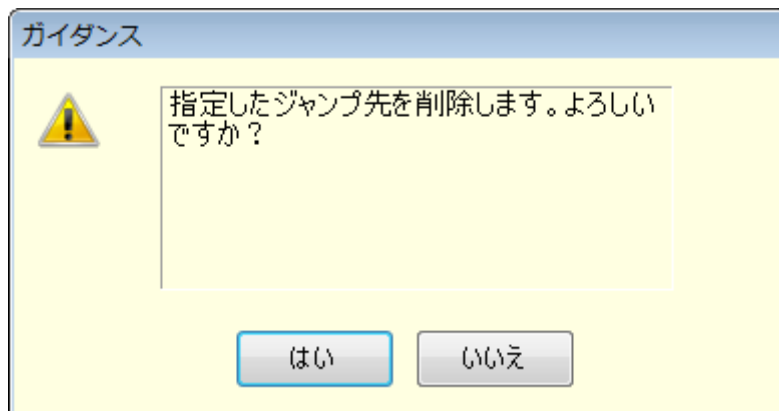

図5-7 ステップ削除の確認ダイアログ
- ジャンプ先やブランチステップに設定されているステップを削除した場合は，図5-7のダイアログが表示されます。**はい**を選択するとステップが削除され，ジャンプ先やブランチステップは，無効となります。**いいえ**を選択すると，ステップの削除はキャンセルされます。